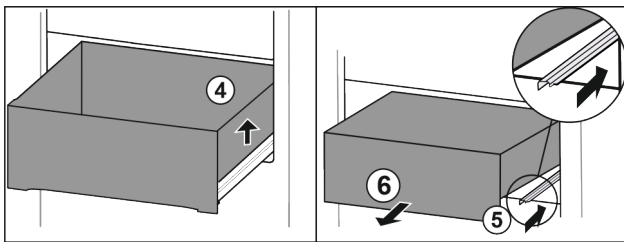

Fig. 22
- ▶ Soulever le tiroir sur la droite. *Fig. 22 (4)*
- ▶ Rentrer le rail de droite. *Fig. 22 (5)*
- ▶ Retirer le tiroir par l'avant. *Fig. 22 (6)*